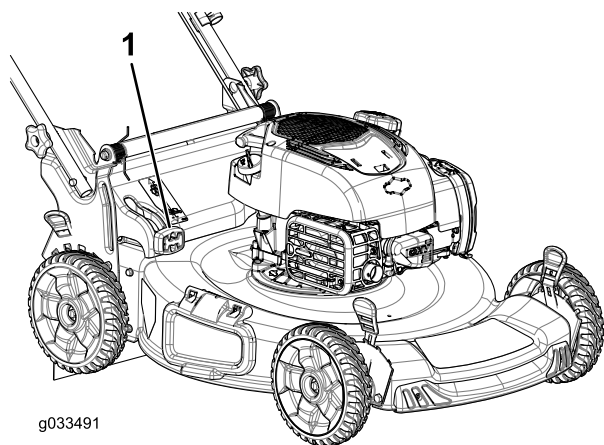

Figura 17
- **Per insaccare erba e sfalcio**, premete il pulsante sulla leva Bag-on-Demand e spostatela in avanti fino a quando il pulsante sulla leva non si solleva di scatto (Figura 17).